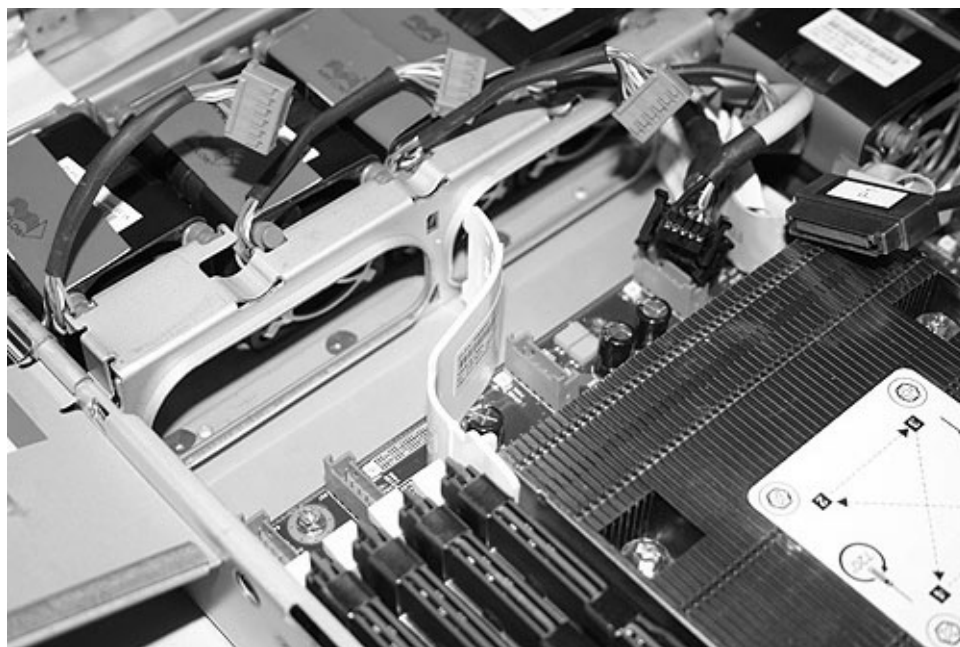

図 249. SAN ポリューム・コントローラー 2145-8G4 システム・ボード上の右側エア・バッフル
9. 右側エア・バッフルを再取り付けします (671 ページの図 249 を参照)。